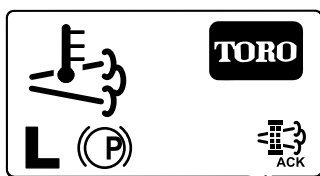

Рисунок 55
- В ходе процесса регенерации дисплей инфо-центра показывает главный экран и в правом нижнем углу экрана отображается значок подтверждения регенерации (Рисунок 55).